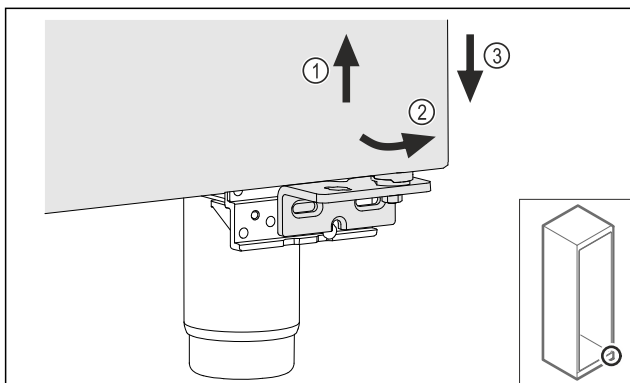

Fig. 27
- ▶ Tõstke ust veidi üles Fig. 27 (1), kallutage all ettepoole Fig. 27 (2) ja langetage Fig. 27 (3).